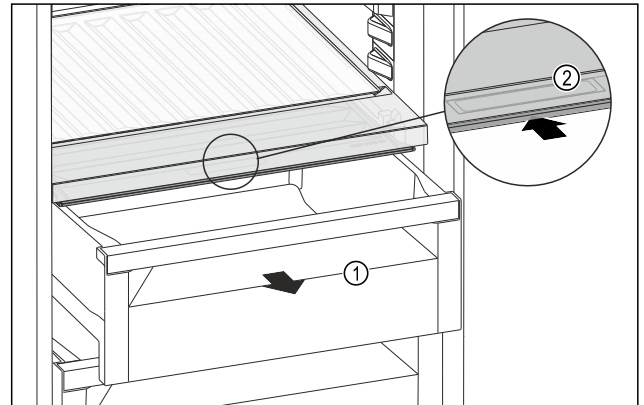

Fig. 121
- Estrarre il cassetto Fig. 121 (1).
- Afferrare la maniglia incassata Fig. 121 (2) sul coperchio dello scomparto e spingere allo stesso tempo all'indietro il coperchio dello scomparto.